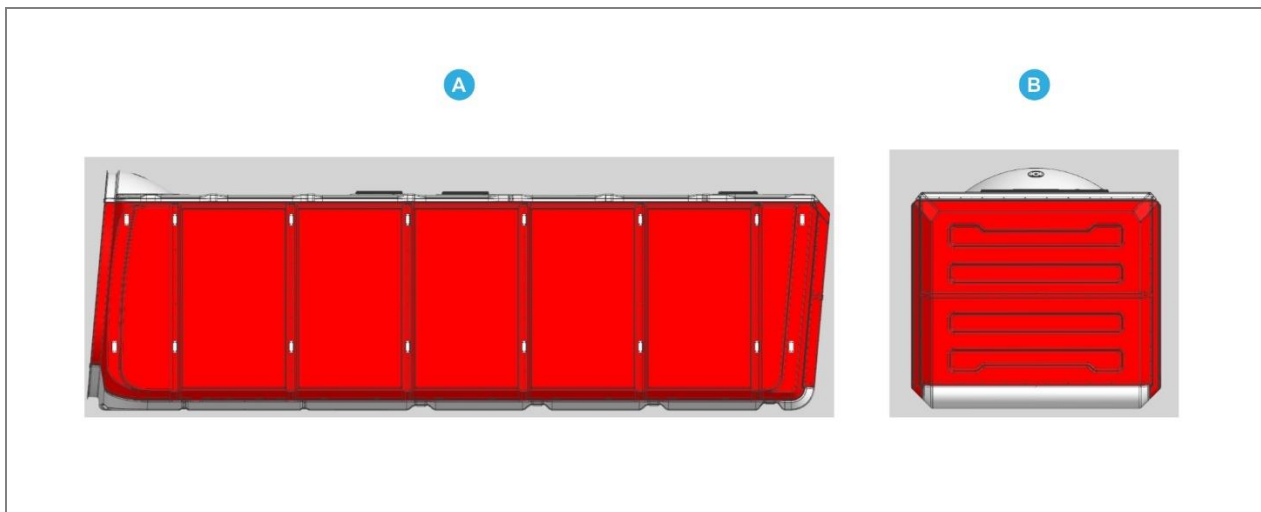

Abb. 2: Beispiel eines Delta4000-Maschinenhauses mit roter Tageskennzeichnung
- Ist eine rote Tageskennzeichnung wie in Abb. 2 erforderlich, darf das Kundenlogo nicht mehr als ein Drittel der Fläche der jeweiligen Maschinenhausseite einnehmen (gemäß AVV 2020).